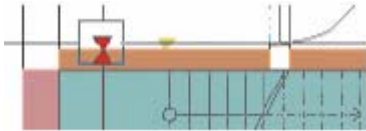

Рис. 2.5-2
4. Переместите крестовидный курсор над левую верхнюю стену (типа SN) помещения 101. Закрепите линию стены. Закрепление линии будет сигнализироваться появлением красного «бантика» на линии (Рис. 2.5-2).